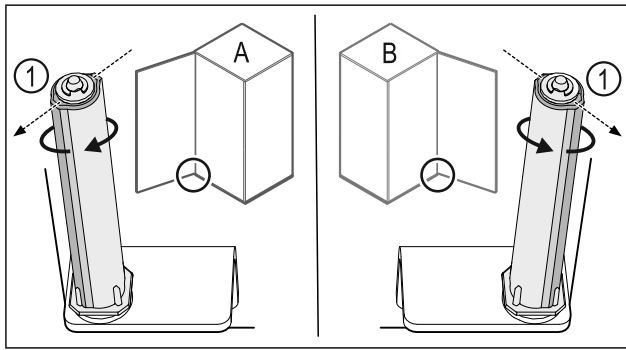

Fig. 19 Linksanschlag (A) / Rechtsanschlag (B)
- ▶ Schließsystem gegen den Widerstand drehen, bis der Steg des Schließsystems Fig. 19 (1) nach außen zeigt.